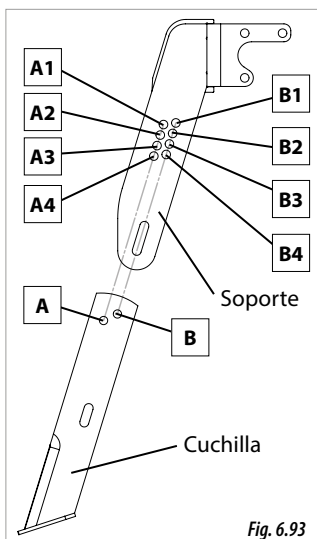
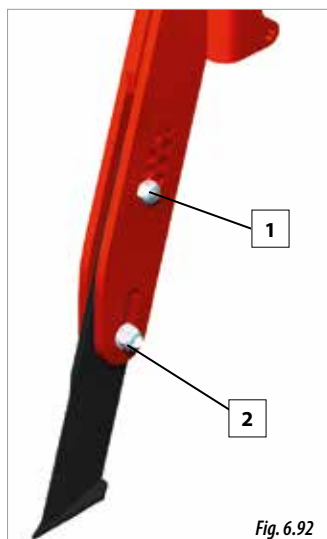

Fig. 6.93
Fig. 6.92
- 1- Sacar la tuerca y el tornillo de posicionamiento (1, Fig. 6.92).
- 2- Aflojar la tuerca y el tornillo de fijación (2, Fig. 6.92).
- 3- Colocar la cuchilla a la altura deseada, ajustar la altura hasta encajar uno de los agujeros (A o B, Fig.6.93) con otro agujero.
El tornillo de fijación (1, fig. 6.93) debe colocarse en la misma letra para la cuchilla como para el soporte. Las posiciones **A y B NO SON INTERCAMBIABLES**. Véase la tabla siguiente y la imagen 6.93, para ajustar la profundidad de la cuchilla según sea la posición del tornillo de posicionamiento (1, Fig. 6.92).